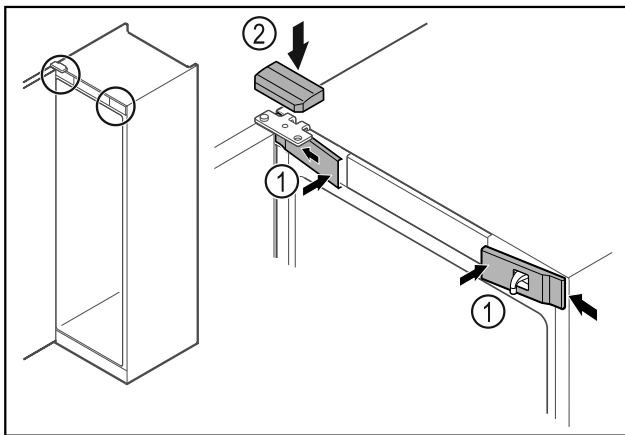

Fig. 52
- ▶ Vordere Abdeckungen Fig. 52 (1) seitlich einhaken und aufrasten.
- ▶ Obere Abdeckung Fig. 52 (2) von oben aufrasten.